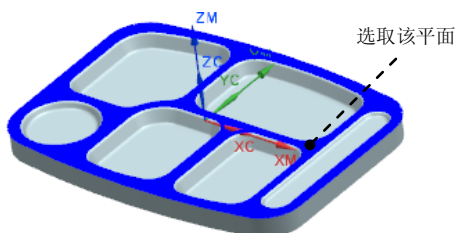

图 1.18 选取切削区域
Step2. 选取图 1.18 所示的平面为切削区域，在“切削区域”对话框中单击 **确定** 按钮，完成切削区域的选取，同时系统返回到“底面壁”对话框。